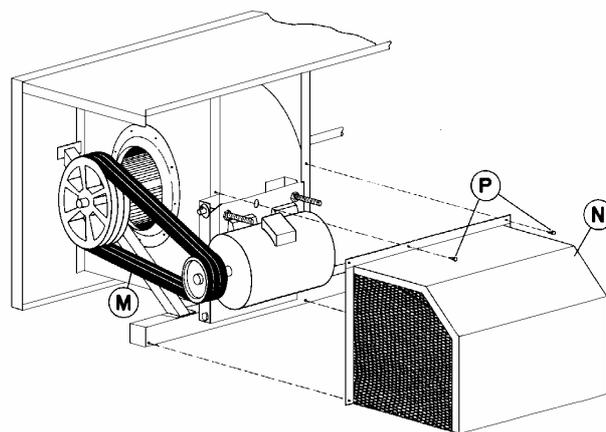

Figura 17 – Montaje de las Correas y Carcasa Protectora de Motor.
6. Introducir las correas **M** alrededor de las poleas del ventilador y motor (Ver Figura 17). Tensar las correas mediante las tuercas de los espárragos **F**. No tensar las correas en exceso. Aplicando una moderada presión con la mano la deflexión en el centro de la correa debe ser de 13 mm aproximadamente.